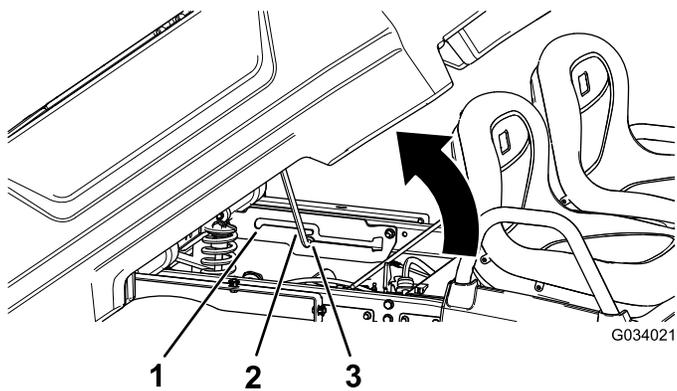

Figura 14
2. Puxe a barra de apoio para a ranhura de bloqueio da posição de despejo, fixando a caixa para despejo (Figura 14).
2. Puxe a barra de apoio para a ranhura de bloqueio da posição de manutenção, fixando a caixa para manutenção (Figura 14).
2. Retire a barra de apoio da ranhura de bloqueio (Figura 14).